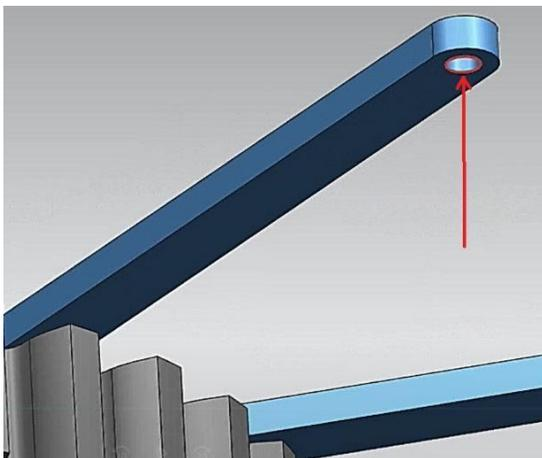
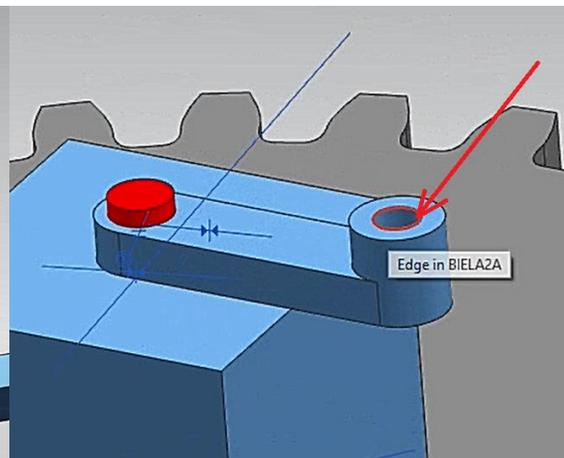

Figura 1.40 C. inferior de **barra2b1.prt**.
Figura 1.41 C. superior de **biela2a.prt**.
- Agregar una restricción tipo **Concentric**. Seleccionar la circunferencia inferior de **barra2b1.prt** (Figura 1.40) y la circunferencia superior de la **biela2a.prt** (Figura 1.41).